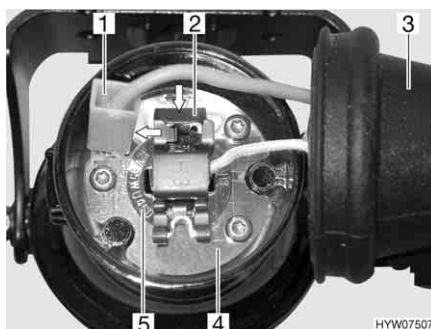

Fig. 123 Luce fendinebbia
- Afferrare dietro la luce fendinebbia e togliere il copripolvere di gomma (Fig. 123,3) dall'involucro (Fig. 123,4).
- Togliere il cavo negativo (Fig. 123,1) dall'involucro.
- Premere la graffa di supporto (Fig. 123,2) per sganciarla e spingerla di lato.
- Estrarre dall'involucro la lampada ad incandescenza (Fig. 123,5) con il cavo.